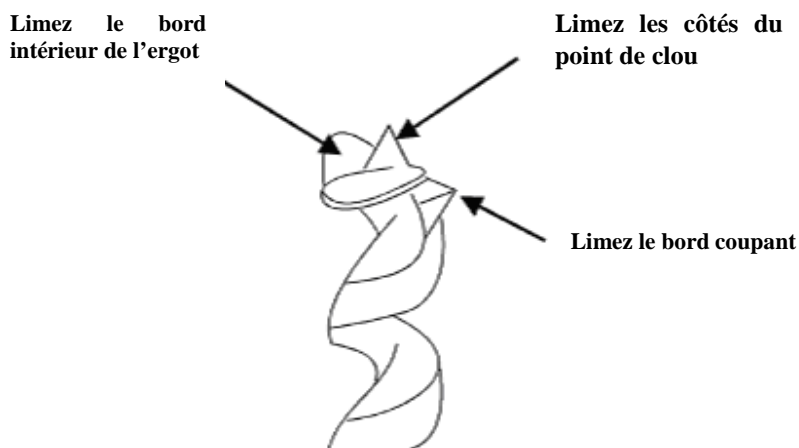

FIGURE 7
1. Affûtez le foret en utilisant une petite lime douce et en suivant la forme d'origine du foret. Limez le bord intérieur de l'ergot, les côtés du point de clou et le bord coupant vers l'intérieur en direction de la goujure du foret. Cf. Figure 7.